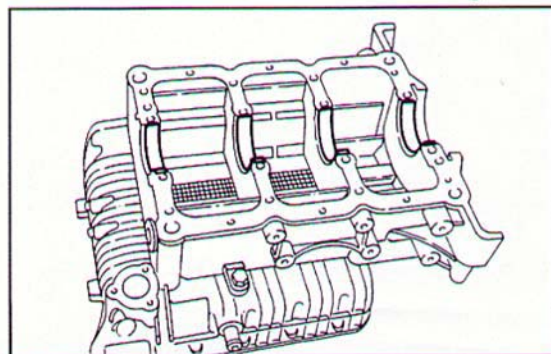

Fig. 85 ▼
- rimuovere i semicuscinetti di banco (bronzine) dal sottobasamento (Fig. 85).
- remove the half-bearings from the crankcase (Fig. 85).